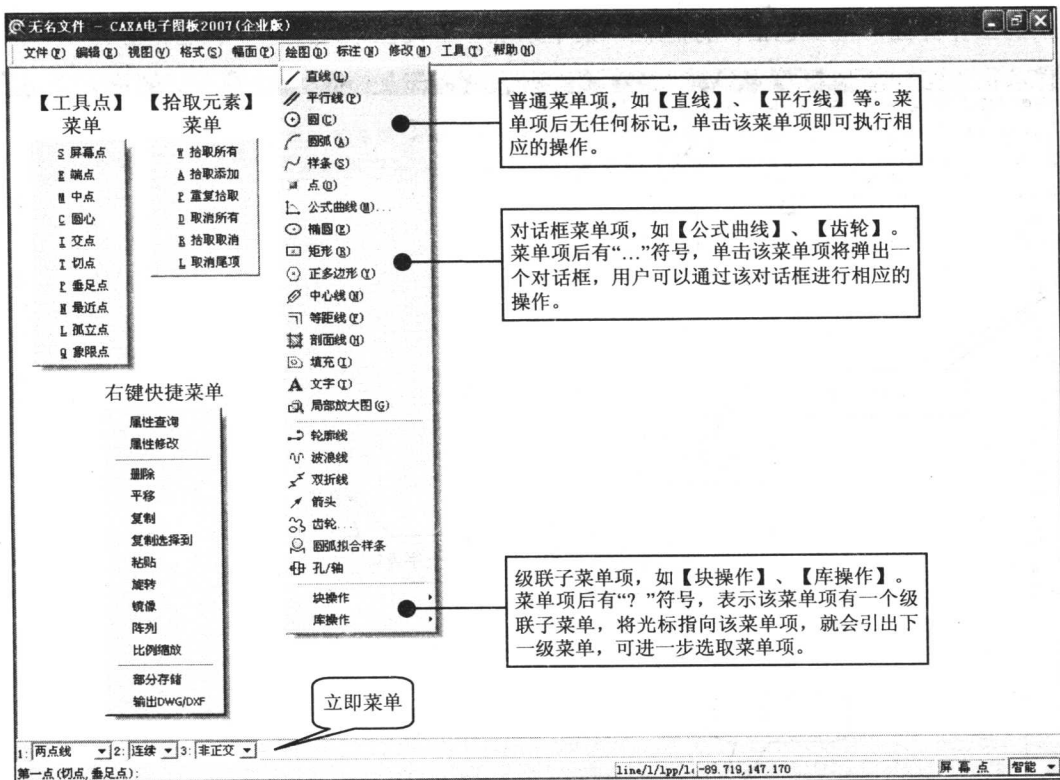

图 1-2 菜单系统
(1) 主菜单：主菜单位于标题栏的下方，包括【文件】、【编辑】、【视图】、【格式】、【幅面】、【绘图】、【标注】、【修改】、【工具】和【帮助】菜单项。单击主菜单中的任一菜单项，即可弹出相应的下拉菜单，其菜单项的特点如图 1-2 所示。
(2) 立即菜单：立即菜单是针对某个命令出现的菜单，立即菜单描述了该项命令执行的各种情况和使用条件，如图 1-2 所示。根据当前的作图要求，正确选择某一选项，即可得到准确的响应。CAXA 电子图板的立即菜单代替了传统逐级查找的交互问答方式，使得交互过程更加直观和快捷。
(3) 工具菜单：工具菜单包括【工具点】菜单、【拾取元素】菜单和右键快捷菜单，如图 1-2 所示。